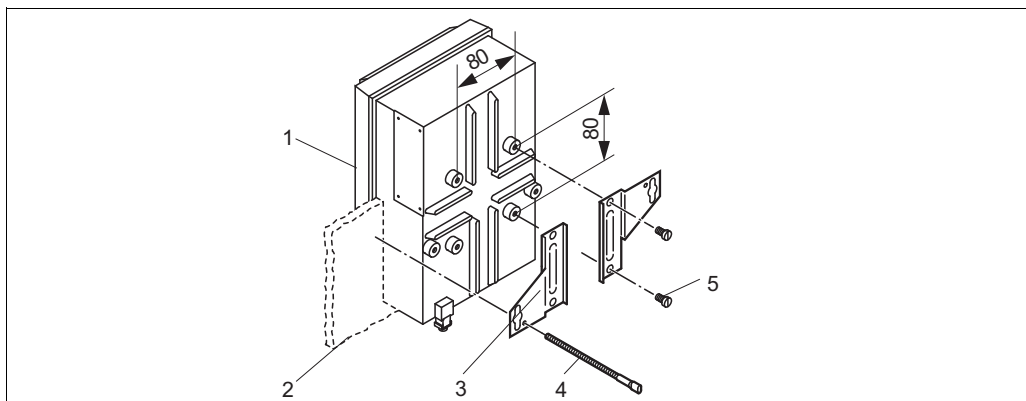

Fig. 12: Zabudowa tablicowa
3. Przymocować płytki mocujące (poz. 3) do podstawy obudowy przetwornika wykorzystując do tego celu śruby mocujące (poz. 5) wg Rys. 12.